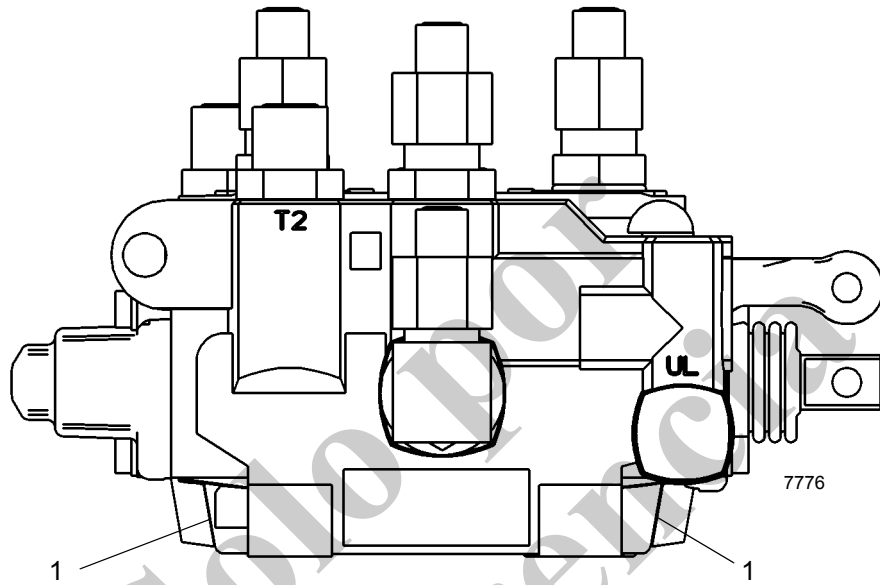

FIGURA 2-16
3. Arranque el motor y acélerelo a ralentí. Intente bajar el cilindro de contrapesos izquierdo. El manómetro deberá indicar 1000 ± 100 psi. En caso contrario, sustituya la válvula de alivio, puesto que éstas no pueden ajustarse (vea la Figura 2-16).
6. Arranque el motor y acélerelo a ralentí. Intente retraer el pasador. El manómetro deberá indicar 2500 ± 100 psi. En caso contrario, sustituya la válvula de alivio, puesto que éstas no pueden ajustarse (vea la Figura 2-16).
3. Arranque el motor y hágalo funcionar a ralentí. Intente elevar la cabina. El manómetro deberá indicar 1450 ± 100 psi. En caso contrario, sustituya la válvula de alivio, puesto que éstas no pueden ajustarse (vea la Figura 2-16).